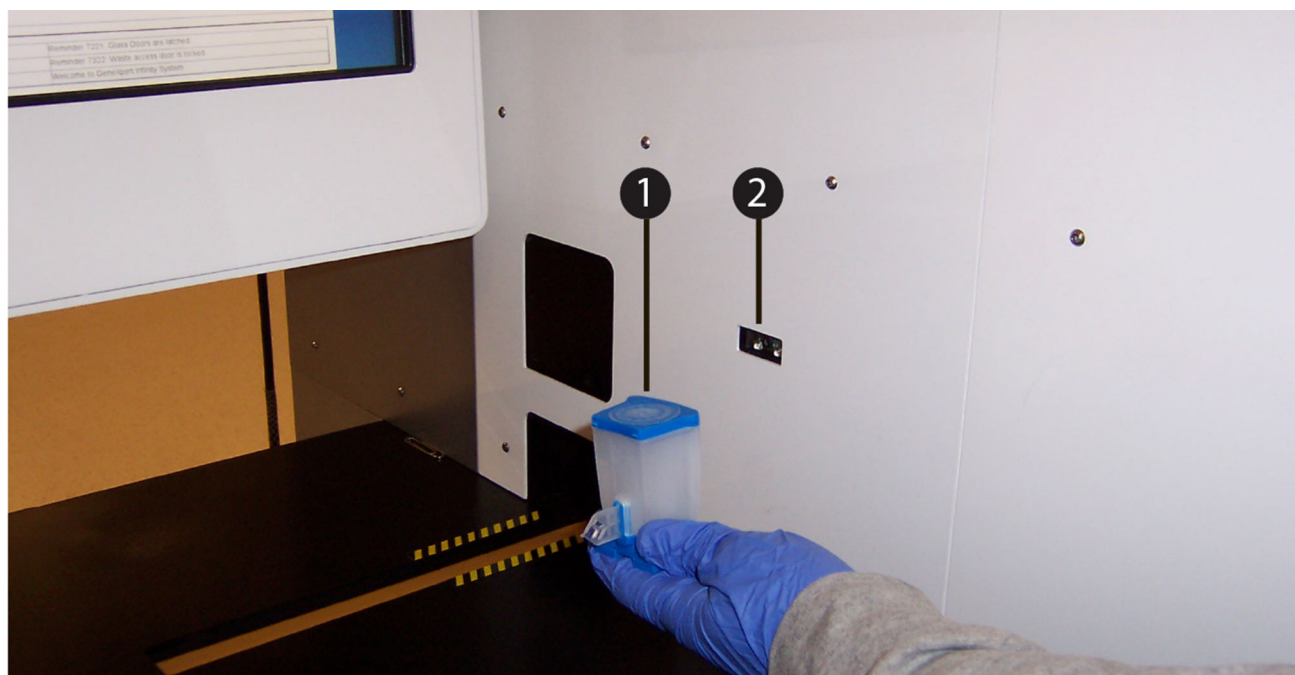

図 5-205. キオスクバーコードスキャナによるカートリッジバーコードのスキャン
3. 図 5-205 に示すように、カートリッジバーコード（アイテム # 1）のスキャンには、キオスクバーコードスキャナ（アイテム # 2）を使用します。GeneXpert Infinity system は、Cepheid Link システムに問い合わせ、システム上にオーダーが存在することを確認します。オーダーが存在する場合、そのオーダーは GeneXpert Infinity system にダウンロードされます。